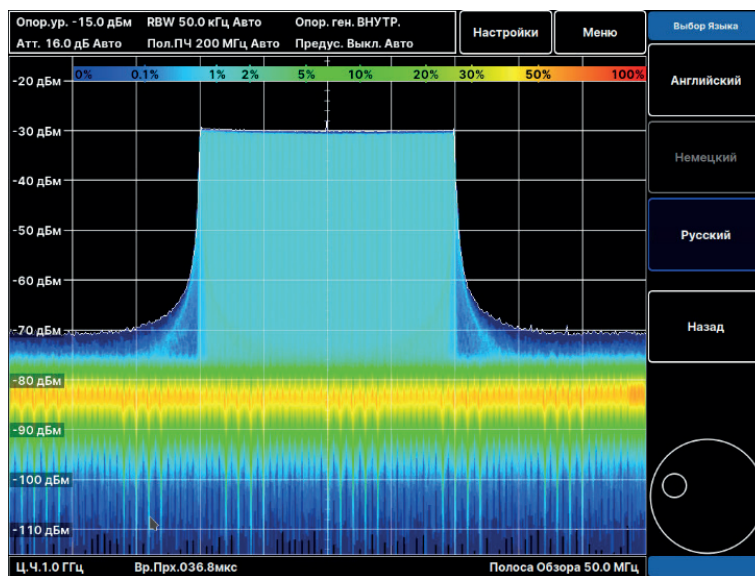

Рис. 10. Выбор языка
- выбрать язык при помощи соответствующей клавиши **Русский** или **Английский / English** (Рис. 10);
- нажмите экранную клавишу **Настройки / Settings** в главном меню (Рис. 10) либо «настр»/«setup» на боковой клавиатуре;